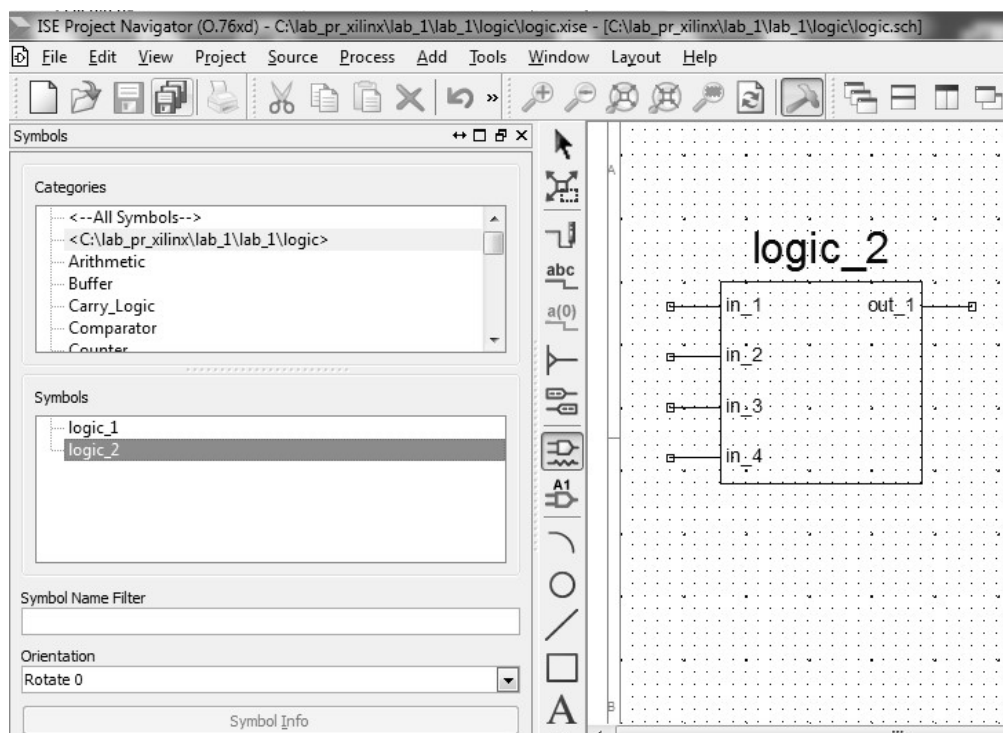

Рисунок 26 – Пример размещение в графическом редакторе созданного символьного модуля на основе HDL- описания
3) Открыть из окна модулей процесса документ с принципиальной схемой проекта, раскрыть закладку Symbol и убедиться, что в списке библиотечных элементов проекта в категории «<-- All symbols -->» появился модуль logic\_2 (Рисунок 26). Компоненты, созданные пользователем, сохраняются в отдельной группе, название которой соответствует пути к папке проекта. Поэтому, в частности, нужно, чтобы проект размещался вне общей папки с САПР ISE. Чтобы поместить символьное представление модуля на принципиальную схему нужно кликнуть левой кнопкой мыши на его наименовании и захватив мышкой, перенести на схему [1].